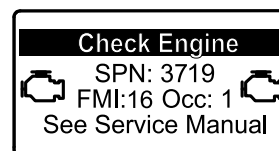

Figura 46
- Se for necessária uma regeneração em estacionamento, o InfoCenter mostra o aviso do motor SPN 3719, FMI 16 (Figura 46) e o computador do motor reduz a potência do motor para 85%.